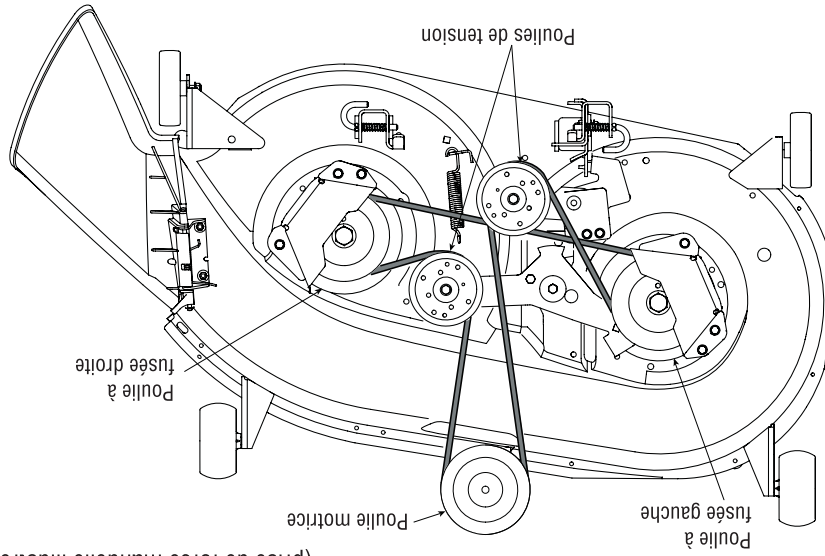

Figure 25
1. Démontage du plateau de coupe: Retirez les couvre-courroies en enlevant les vis auto-tarandouses qui les maintiennent sur le plateau de coupe. Voir la Figure 25.